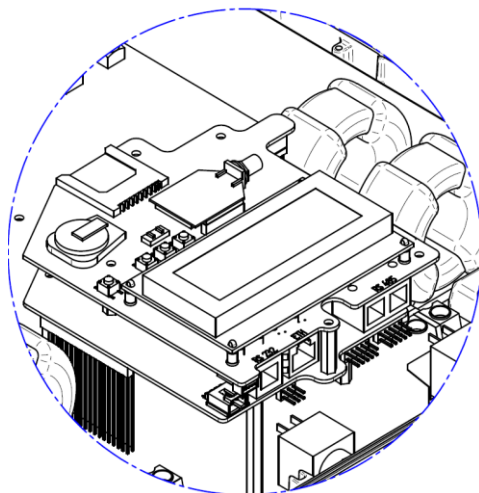

Figura 17: connettori Ethernet e RS485
- Connettere il connettore Ethernet alla presa RJ45 sull'inverter, come indicato in Figura 17;